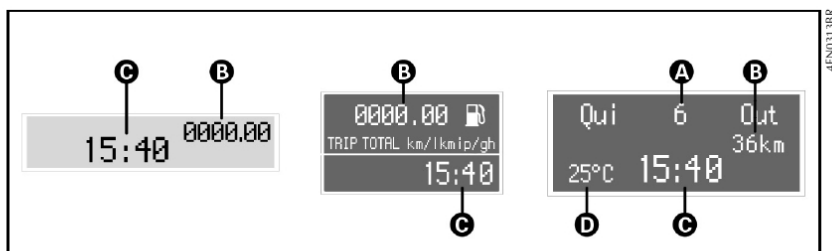

fig. 35
- Hodômetro total/parcial (**B-fig. 35**).
- Relógio (**C-fig. 35**).
- Temperatura externa (**D-fig. 35**).
- Data (**A-fig. 35**).